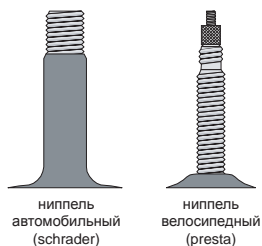

рис. 34
2. используйте насос подходящий для ниппеля вашего велосипеда. Существуют два основных типа ниппелей: велосипедный (PRESTA) и автомобильный (SCHRADER) (рис. 34);